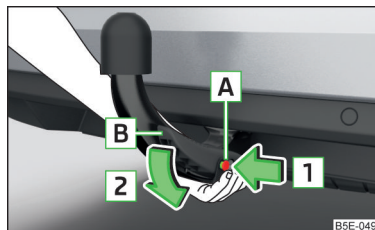

Fig. 297
- » Prindeți tija cuplei **din partea de jos** » fig. 297.